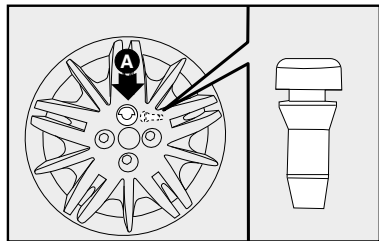

fig. 9
- Colocar a calota cuidando para que o símbolo , na parte interna, fique em correspondência com a válvula, e dessa maneira o furo maior da calota **A-fig. 9** passe pelo parafuso já fixado.